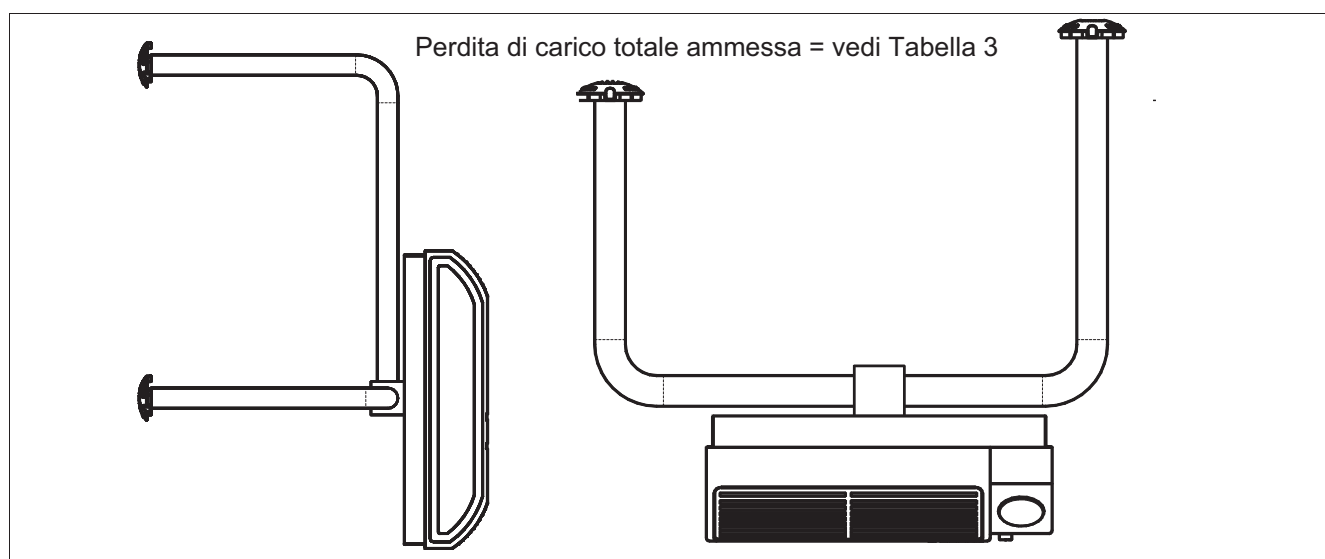

Figura 5 – ESEMPI DI INSTALLAZIONE CON TUBI SEPARATI
- con tubi separati (vedi Figura 5)